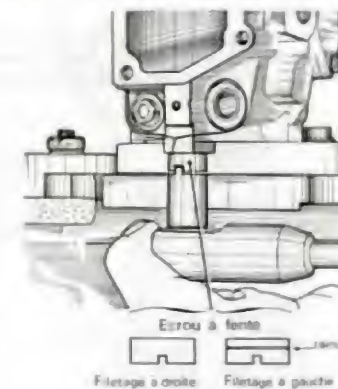

Fig. 7.
- A l'aide du support pivotant, placer la pompe verticalement, puis dévisser l'écrou cylindrique à fente à l'aide de la clé spéciale (fig. 7).